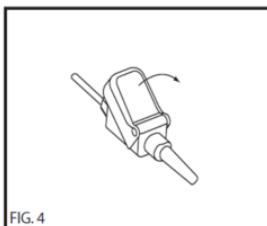

FIG. 4
- (1) Fig. 4를 참고하여 보호 커버를 들어 올려 센서 커넥터에 접근한다.